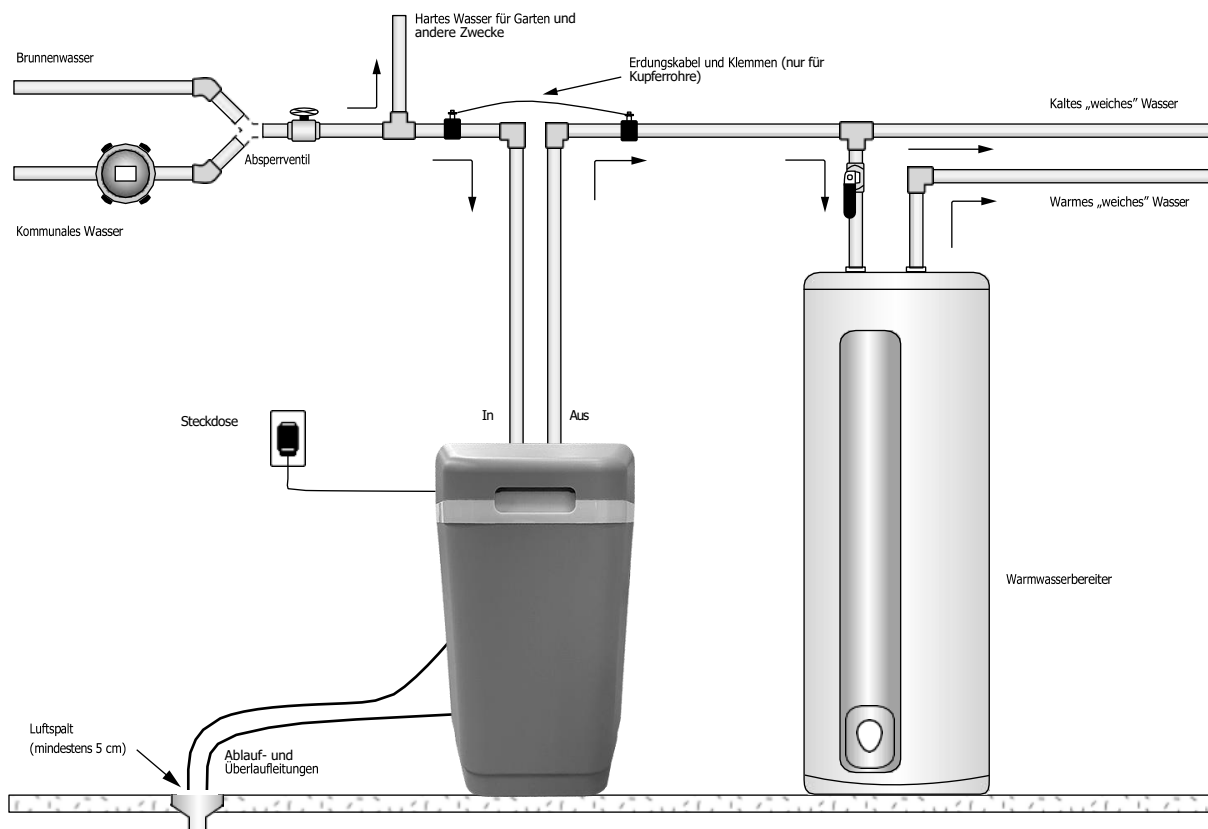

Abbildung 3
- Ordnen Sie den Einbauort des Enthärters gemäß Abb. 3 so an, dass axiale Verformungen und Spannungen während der Installation vermieden werden, da dies zu Schäden an der Bypass-Baugruppe oder am Enthärterventil führen kann.